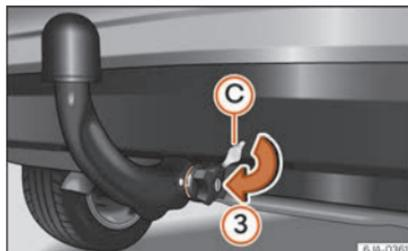

Abb. 237 Aufsetzen der Schlossabdeckung
- Schließen Sie das Schloss des Handrändelrads, indem Sie den Schlüssel (B) bis zum Anschlag in Pfeilrichtung (1) nach rechts drehen – der Pfeil auf dem Schlüssel zeigt auf das Symbol „Schloss geschlossen“.
- Ziehen Sie den Schlüssel in Pfeilrichtung (2) ab.
- Setzen Sie die Abdeckung (C) in Pfeilrichtung (3) auf das Schloss des Handrändelrads » Abb. 237.